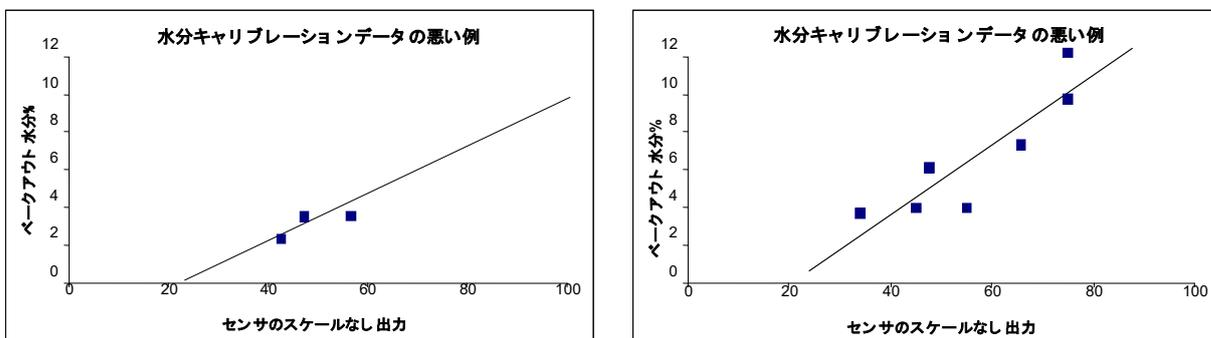

図18: 悪い材料キャリブレーション点の例
- ほぼ同じ含水率のサンプル群を取得している（図18の左）。広い範囲のサンプルを取る必要があります。
- 図18（右）のキャリブレーショングラフのように、読み取り値に大きな開きがある。信頼性や一貫性がない方法でオープン乾燥用のサンプルを採取したか、センサの位置が悪く、センサの上を十分な量の材料が流れていなかったと考えられます。